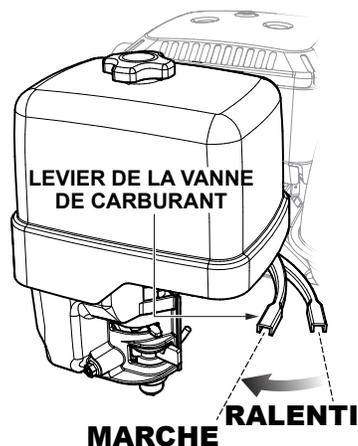

Figure 12. Levier d'accélérateur (Marche)
11. Pour commencer à pomper, placez le levier de l'accélérateur (Figure 12) en position **MARCHE**.